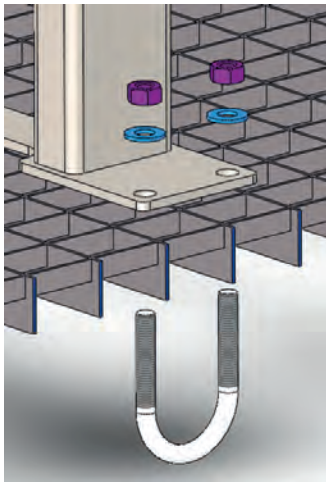

Fig. 4.4.3
- Fije el soporte en la posición deseada en la rejilla con las horquillas roscadas, arandelas y tornillos suministrados (Fig. 4.4.3).